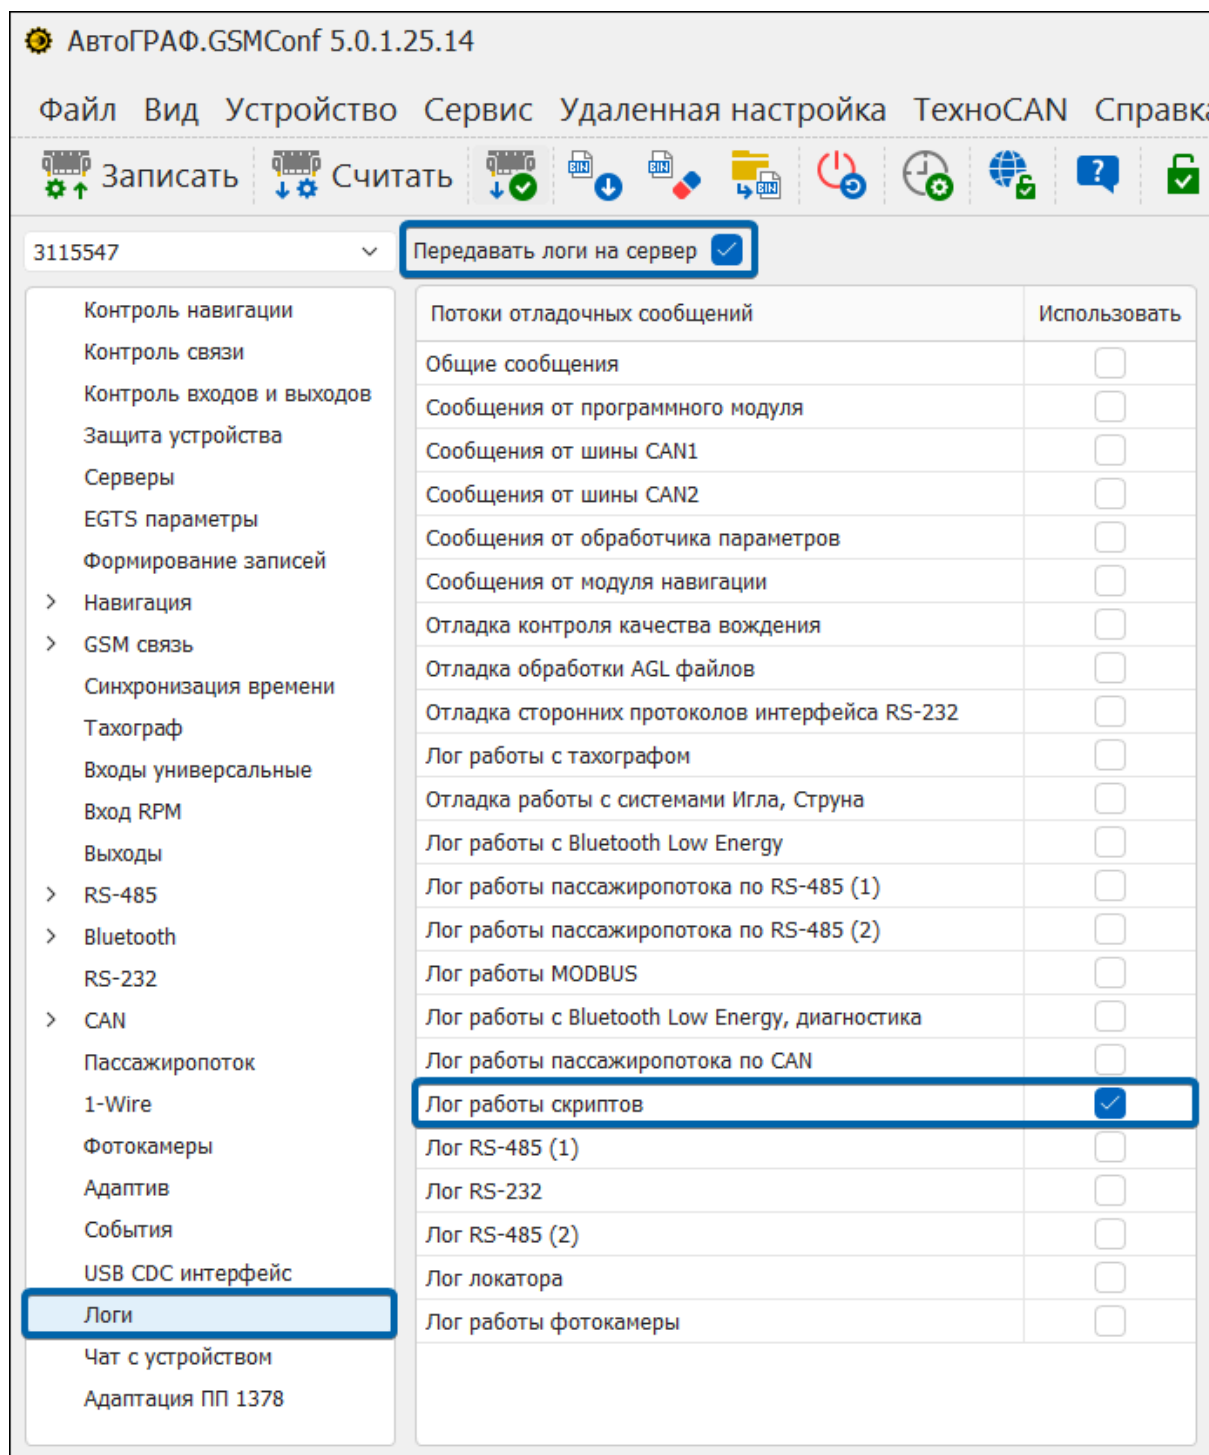

Рис.9. Включение передачи логов на сервер
2. Установите в рабочей области чек-боксы «**Передавать логи на сервер**» и «**Лог работы скриптов**» (Рис.9).